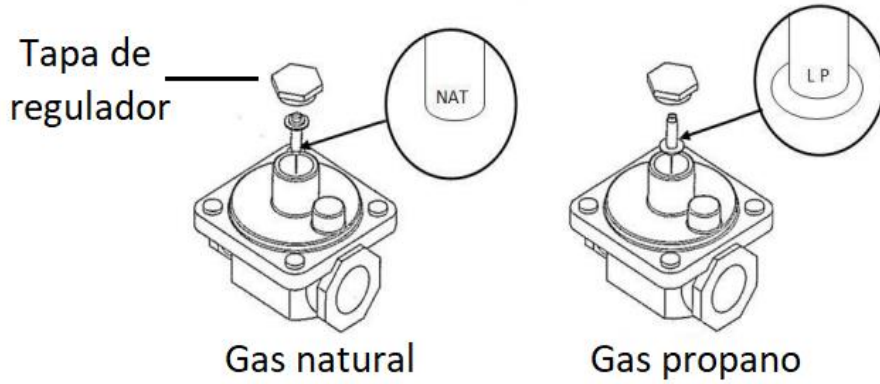

Fig. 3
4. Ajuste el regulador de gas al tipo de gas deseado, gire la tapa del regulador para retirarla, coloque el tapón interno al tipo de gas deseado; el indicador de gas requerido debe quedar hacia la tapa del regulador; coloque nuevamente la tapa del regulador (Fig. 3).